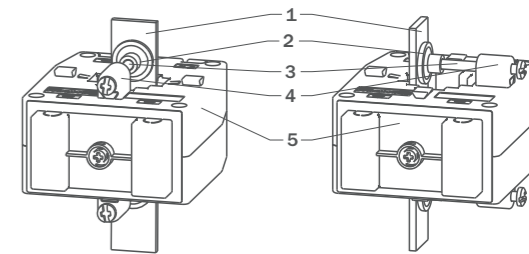

Рисунок 4 – Варианты установки трансформаторов ТШП-Э на шину. Обозначения на рисунке: 1 - Шина; 2 - Подпятник; 3 - Винт; 4 - Втулка; 5 - Трансформатор ТШП-Э.
- на токоведущей шине, относительно которой будут производиться измерения трансформатора (рисунок 4);